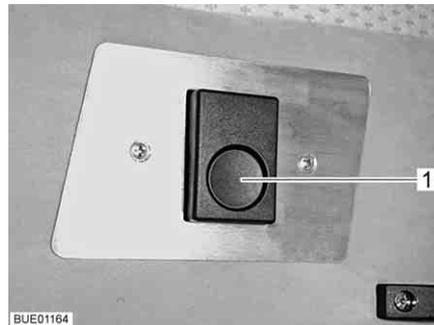
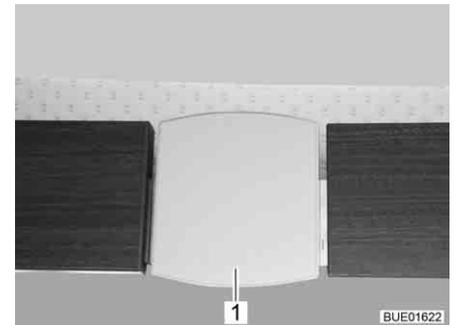

Bild 126 Entriegelung (Aviano)
Bild 127 Entriegelung (Viseo)
- Entriegelungsknopf (Bild 126,1) drücken bzw. Entriegelungsplatte (Bild 127,1) unten herausziehen. Die Verriegelung ist gelöst.